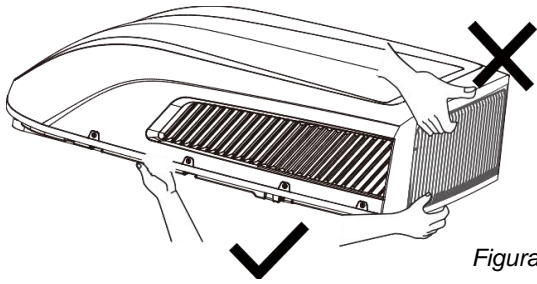

Figura 4-1
- Cuando saque la unidad exterior después de desembalarla, no levante la rejilla de salida de aire de la parte posterior de la carcasa exterior (véase la figura 4-1).